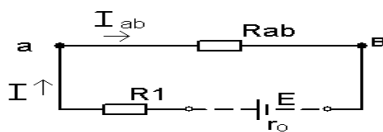

рис. 3
2.5. Эквивалентное сопротивление цепи относительно зажимов источника (рис. 3):
3. Определим ток всей цепи: (закон Ома для цепи, рис. 3).
4.1. $I_1 = I_{ab} = I = 5 \text{ А}$ (схема рис. 3);